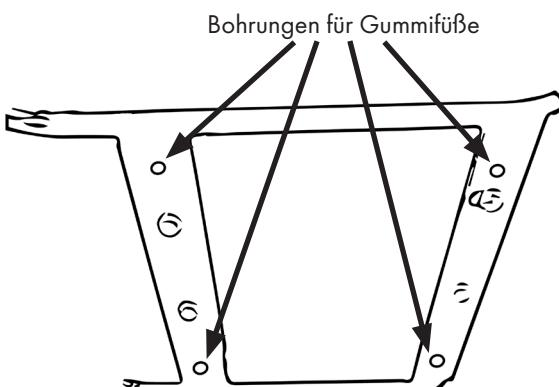

Abbildung 2
- Setzen Sie die Gummifüße an den in Abbildung 2 gezeigten Positionen in die Bohrungen ein und befestigen Sie sie mit Hilfe von Muttern.